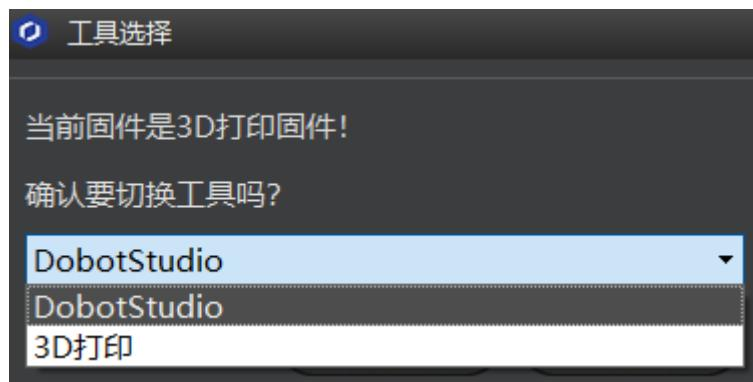

图 5.85 固件选择
1. 在连接DobotStudio时会弹出“工具选择”对话框，我们需在下拉框中选择“DobotStudio”重新烧录固件，如图 5.85所示，并单击“确认”。